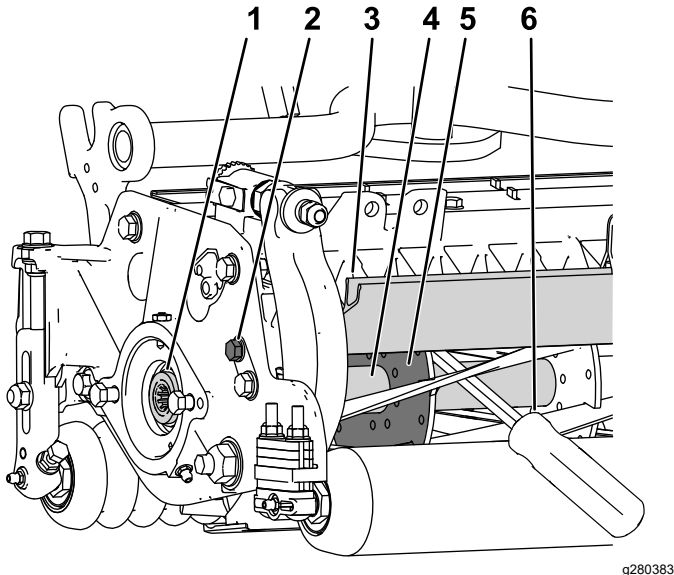

图 27
1. 松开滚刀组左侧的屏蔽螺栓抬起后护罩图 27。
2. 将一根长柄撬棍建议尺寸为 0.95cm x 30.48cm 带螺丝刀柄插入滚刀组后部最靠近需要扭转的滚刀组一侧图 27。
3. 将撬棍靠着滚刀支撑板的焊接侧图 27。